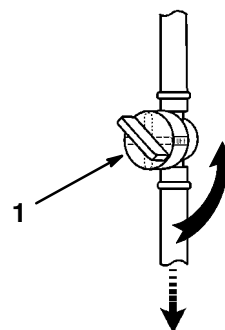

Figure 28
- Fermer le robinet d'essence (Fig. 28).